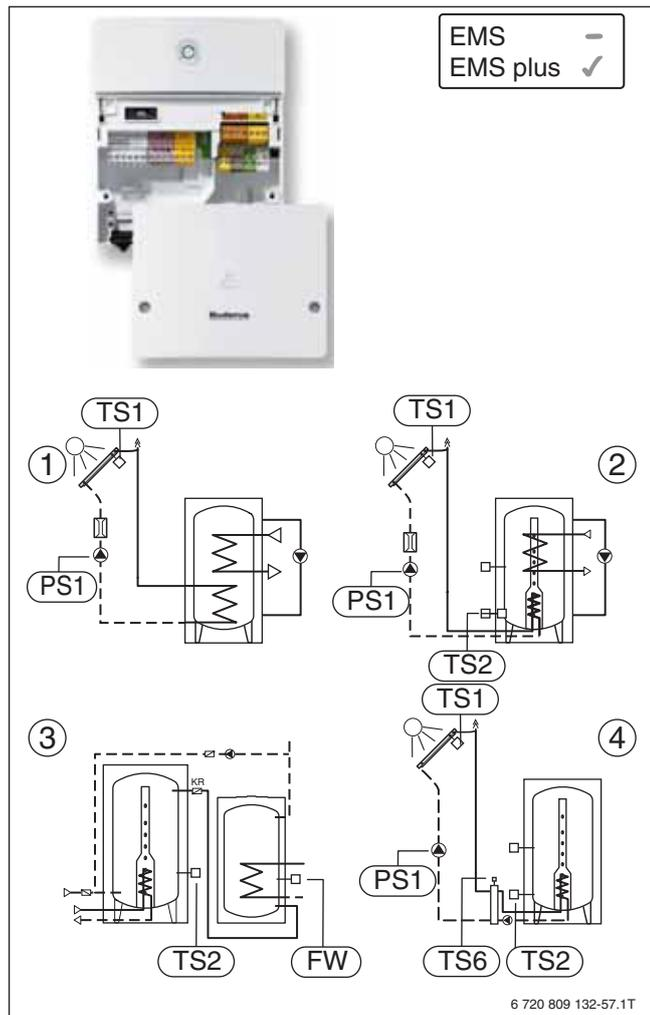

Bild 55 Solarmodul SM100
- Tägliche Aufheizung oder thermische Desinfektion (→ Bild 55, [1])
- Tägliche Aufheizung oder thermische Desinfektion der Vorwärmstufe (Speicher-Reihenschaltung) mit Umladepumpe (→ Bild 55, [3]) oder Umschichtpumpe (→ Bild 55, [2])
- Umladung von Vorwärm Speicher in Bereitschafts Speicher (→ Bild 55, [3])
- Externer Wärmetauscher im Kollektorkreis mit separater Pumpenansteuerung Primär- und Sekundär kreispumpe inklusive Frostschutzfunktion Wärmetauscher (→ Bild 55, [4])